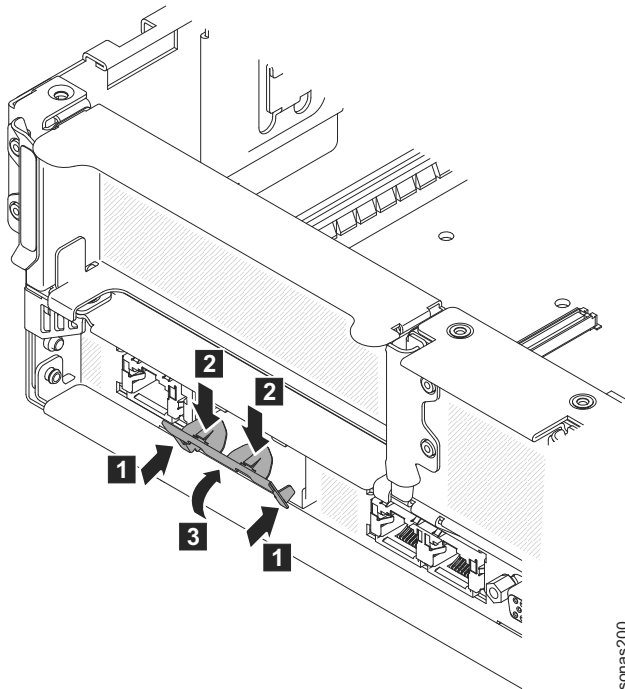

図 16. シャーシ上のポート開口部の位置
7. 金属製クリップの下部のタブを、シャーシの外側からポート開口部に挿入します。118ページの図 16 を参照。